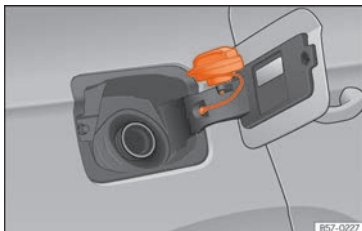

Fig. 186 Tapa del depósito con el tapón encajado.
- Colóquelo en el espacio que hay en la bisagra de la tapa abierta »» fig. 186.